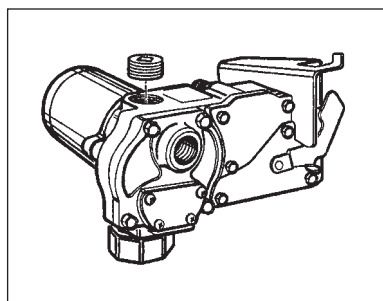

Figura 6
- Usando uma catraca ou extensão de unidade, remova o plugue do tubo da porta de saída superior. (Figura 6)